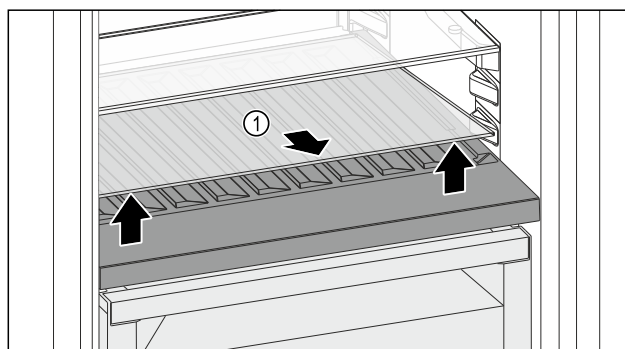

Fig. 108
- Soulever la plaque de verre Fig. 108 (1) au niveau de l'évidement avant et la retirer.
- Entreposer la plaque de verre Fig. 108 (1) dans un endroit sûr hors de l'appareil.